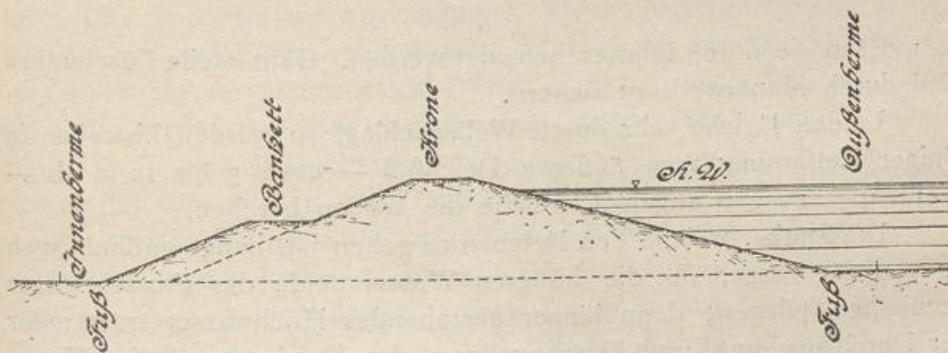
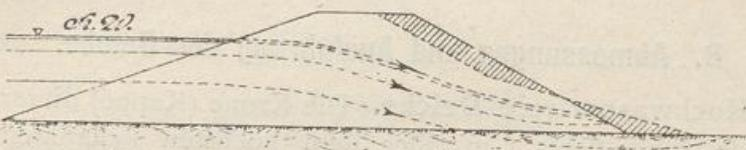

Abb. 582.
Abb. 583.
2. Hochwasserfreie Deiche. Die Krone (Kappe) dieser Deiche liegt mindestens 0,6 bis 1 m über dem höchsten bekannten Hochwasserstande (Abb. 582). Diese Kronenhöhe ist nötig mit Rücksicht
Kronenbreite mindestens 2 m, möglichst 2,5 bis 4 m, so daß die Krone zur Erleichterung der Deichverteidigung befahrbar ist; Außenböschung 1:2,5 bis 1:4, meistens 1:3, Innenböschung 1:2 bis 1:2,5. Je höher der Deich ist, anderseits auch je schlechter (magerer, sandiger) die Deicherde ist, desto flacher müssen die Außen- und Innenböschungen sein. Die Außenböschung ist meistens flacher als die Innenböschung mit Rücksicht auf Wellenschlag und Strömung. Ist die Deicherde schlecht, so sind bei großem Hochwasser am inneren Deichfuß Sicherungen zu befürchten, welche zu Rutschungen führen können (Abb. 583), ebenso, wenn der Untergrund sandig ist. In diesem Falle muß dann auch die Innenböschung möglichst flach gemacht werden (1:3 bis 1:4), oder man ordnet eine Verstärkungsberme an (Bankett, Fußdeich, Abb. 582), 2 bis 3 m breit, 2 bis 2,5 m unter der Deichkrone liegend. Längs dem inneren und
b) Durchnässungs-, Durchquellungs- und Rutschungsgefahr. Diese Gefahr tritt meistens ein, wenn das Hochwasser lange anhält, besonders aber in den Deichstrecken, welche mit schlechtem, sandigem Boden erbaut sind, sandigen Untergrund haben oder schlecht ausgeführt sind. In Abb. 583 ist zu ersehen, wie die Wasserfäden in dem durchtränkten Deichkörper verlaufen. Daraus ergibt sich, daß der Fuß der Innenböschung immer am meisten der Durchnässung ausgesetzt ist.